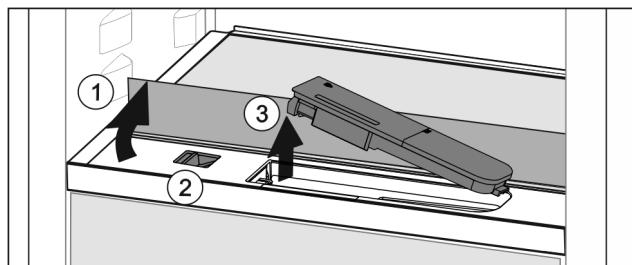

Fig. 127
- Ridicați placa de sticlă și rabatați în spate până la opritor Fig. 127 (1).
- Împingeți zăvorul Fig. 127 (2) spre stânga.
- Scoaterea rezervorului de apă Fig. 127 (3).